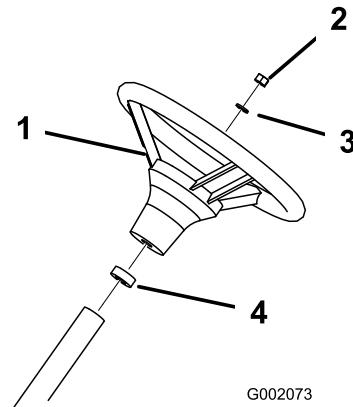

Figure 4
3. Fixez le volant à l'arbre avec l'écrou (Figure 4). Serrez les écrous à un couple de 24 à 29 Nm.